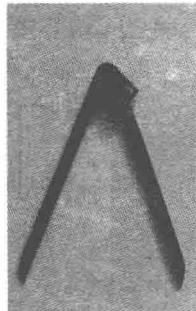

图 2-3 划规
(3) 划规 划规用来划圆和圆弧、等分线段、等分角度及量取尺寸等，如图 2-3 所示。